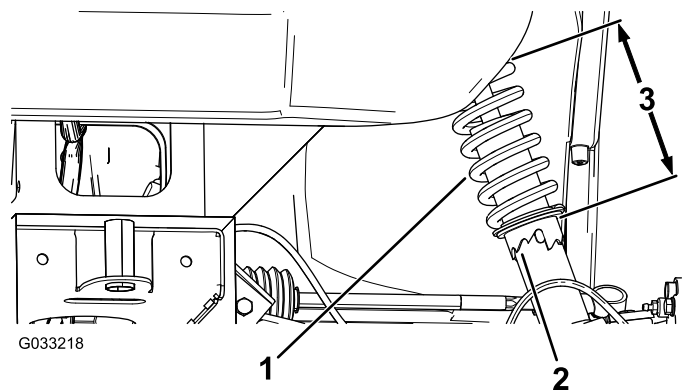

Figura 52
2. Se la campanatura della ruota non è regolata correttamente, usate la chiave fissa per ruotare il collare dell'ammortizzatore per allineare la ruota (Figura 52).